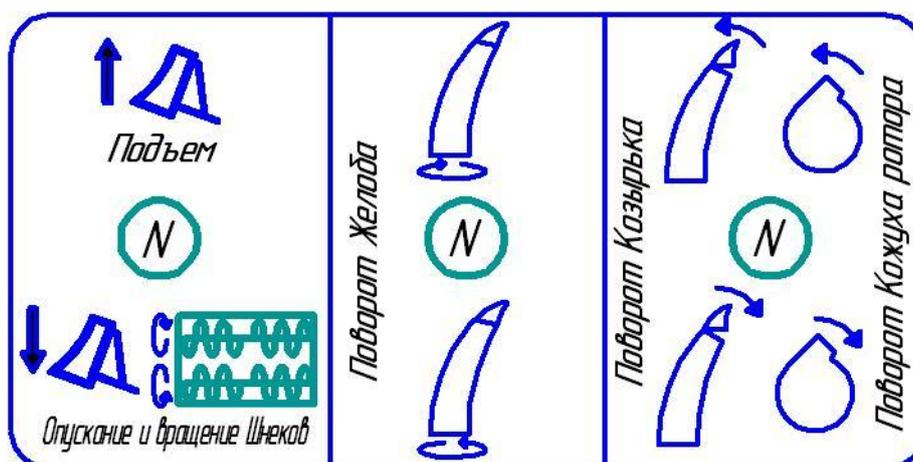

Рис.6. Условные обозначения рычагов управления Оборудованием.
2.6.3.3 Правый рычаг РС управляет поворотом Козырька погрузочного желоба и поворотом Кожуха ротора. При установке рычага в положение «на себя» происходит подъем Козырька вверх и поворот Кожуха ротора влево. При установке рычага в положение «от себя» происходит опускание Козырька вниз и поворот Кожуха ротора вправо. При этом поворот Кожуха ротора происходит после установки гидроцилиндра подъема-опускания Козырька погрузочного желоба в крайние положения (см. рис.6).
2.6.3.4 Средний рычаг РС управляет поворотом Погрузочного желоба. При установке рычага в положение «на себя» происходит поворот Желоба «по часовой стрелке», а при установке рычага в положение «от себя» происходит поворот Желоба «против часовой стрелки» (при исполнении Оборудования с гидравлическим поворотом Погрузочного желоба (см. рис.6).
2.6.3.8 Управление навесным Оборудованием осуществляется рычагами гидрораспределителя базового трактора, которые имеют следующие условные обозначения (см. рис.6).